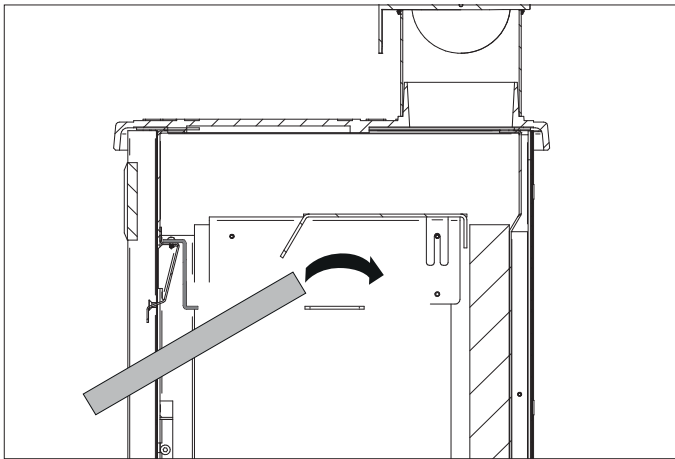
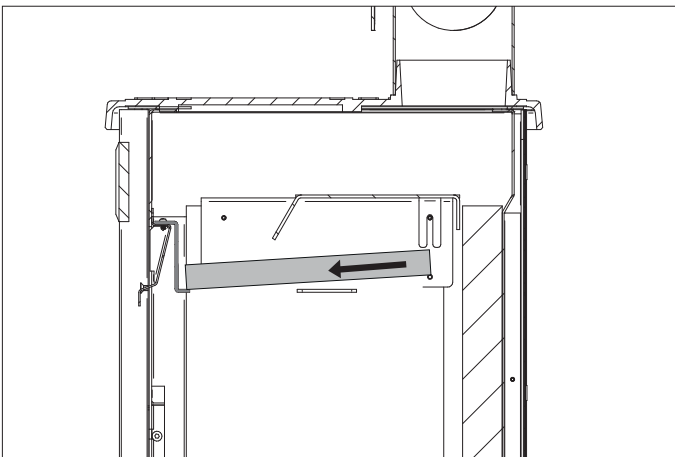

Abb. 6.2a
Abb. 6.2b
- Nehmen Sie die feuerfeste Platte aus der Verpackung. Setzen Sie diese in der Brennkammer gemäß den in der **Abb. 6.2a** und in der **Abb. 6.2b** illustrierten Arbeitsabläufen ein;